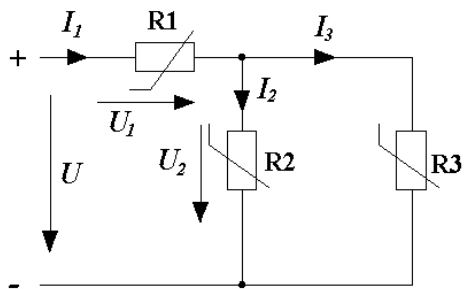

Рис. 2.5
2.3.2. Определить токи в нелинейной цепи постоянного тока (рис. 2.5) методом итераций, если  $U = 8 \text{ В}$ .